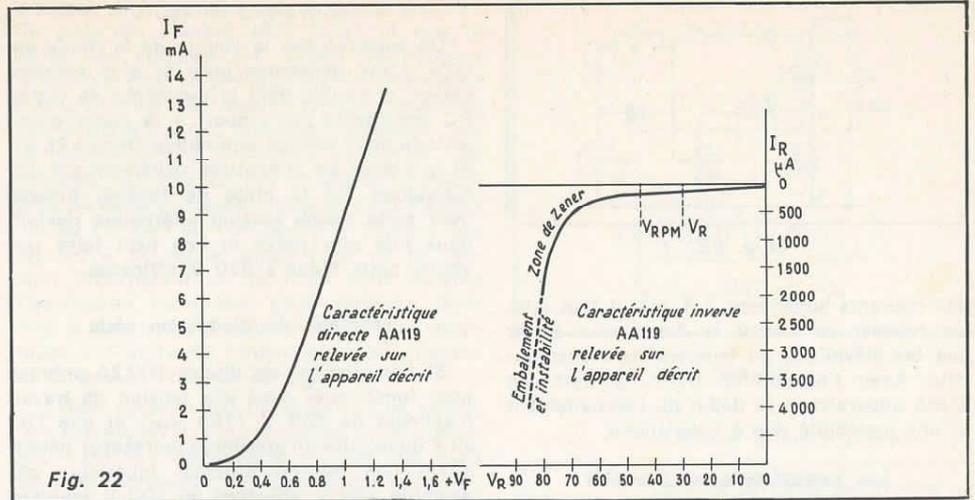
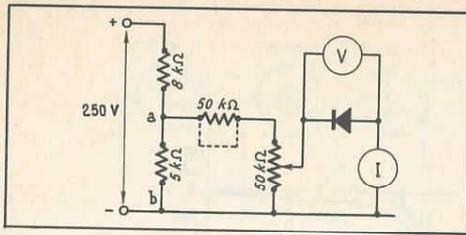

Fig. 22
Fig. 23
Pour débiter on place le curseur du potentiomètre coté b et le cavalier de liaison des shunts sur 50 mA, si la diode est en court-circuit on lit 5 à 10 mA c'est tout car une forte chute de tension se produit entre le curseur du potentiomètre et le point b. Si l'aiguille demeure près du zéro, on peut passer sur la sensibilité 500  $\mu$ A qui sera utilisée pour le relevé des valeurs correspondant au début de la courbe, pour des tensions de 0,1 à 0,2 V. Ensuite, pensant à mettre l'interrupteur à zéro pendant la manœuvre, on changera de shunt. Après avoir fait un tableau des valeurs trouvées pour  $V_F$  et  $I_F$  on tracera la courbe dessinée figure 22 — pour la diode prise pour exemple : la AA119 — le relevé ou la courbe permettent de situer l'échantillon mesuré, ceci d'après le tableau fourni
c) n'ayant aucun des accessoires ci-dessus, il existe peut être dans l'entourage un récepteur équipé de tubes ; en général la tension d'alimentation de tels récepteurs est 250 V. Nous allons sortir deux fils reliés au + et au - du récepteur, ôter les tubes autres que celui de sortie, pour compenser la charge que nous allons imposer au récepteur qui sera un peu plus que 20 mA. Le montage à exécuter est représenté figure 23. Un diviseur de tension permet d'avoir entre les points a b une certaine de volts, entre ces deux points on connecte en série une résistance et un potentiomètre de 50 k $\Omega$ , la résistance sera court-circuitée après le début de la plage de courant. La caractéristique obtenue est tracée à droite de la figure 22, lorsqu'on arrive à